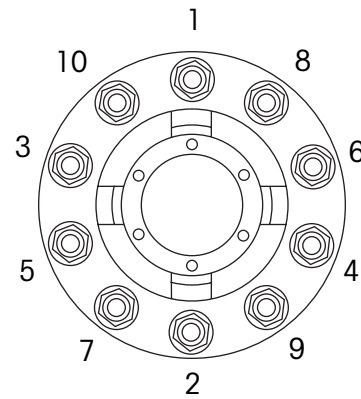

Figura 86. Secuencia de apriete para 10 birlos
6. Instale las siguientes tuercas del rin. Utilizando la secuencia mostrada en la figura 86 u 87, apriete todas las tuercas a 50 pies-lbs de torque (68 N•m).
7. Usando la secuencia mostrada en la figura 86 u 87, apriete todas las tuercas a 450-500 pies-lbs de torque (610-678 N•m)